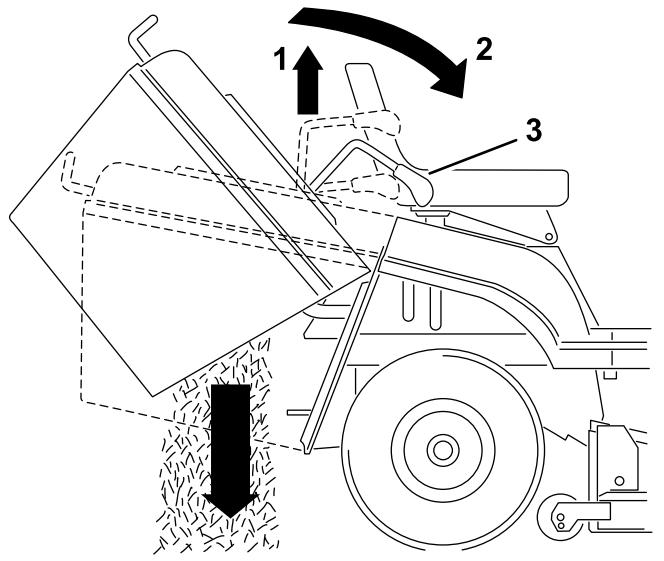

Bild 17
- Ziehen Sie den teleskopischen Kipparm heraus und schieben Sie ihn nach vorne und unten, um das Heckfangsystem zu entleeren (Bild 17).